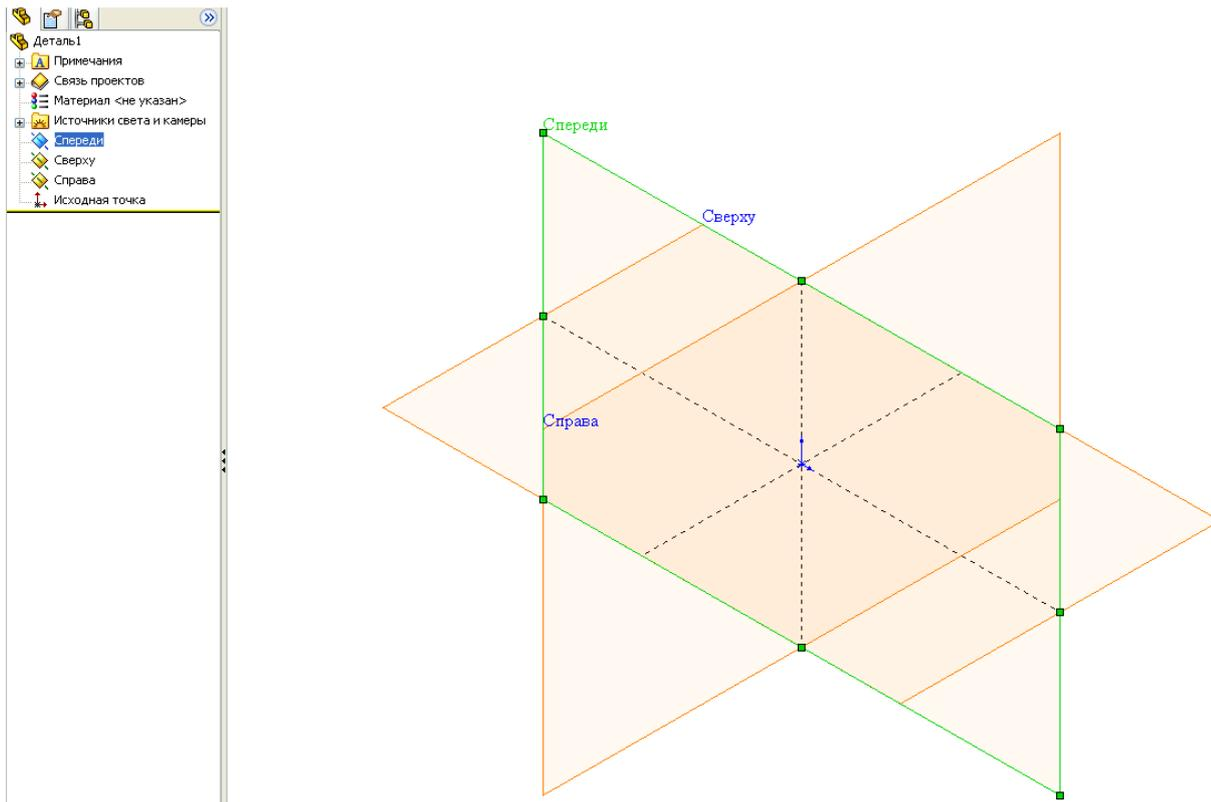

Рис.2.12. Интерфейс програми при створенні нової деталі
**Початок роботи.** При створенні нової деталі або збірки три площини за замовчуванням вирівнюються по певних видах. Площина, обрана першою для малювання, визначає орієнтацію деталі. Наприклад вибрали площину «Спереди» (рис.2.12).